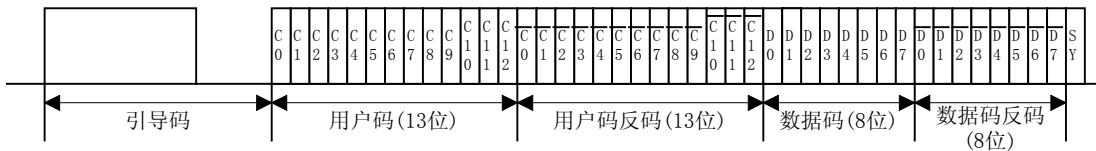

图 1 TC7461 的发射码的格式
TC7461 的一帧数据中包含有 42 位码，包含 13 位用户码，13 位用户码的反码和 8 位数据码，8 位数据码的反码及最后位的同步位。引导码由 9ms 的载波和 4.5ms 的载波关断波形所构成，以作为用户码、数据码以及他们的反码的先导。同步位 (SY) 是标志最后一位编码是“0”或“1”的标识位，它只有 0.56ms 的有载波信号构成。发射码的格式如下图 1 所示：